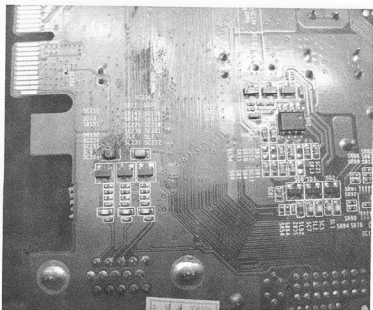

图 5-49 行场同步线路走向 2
(8) 反面的 4 个过孔也很明显，非常容易找到，如图 5-49 所示。